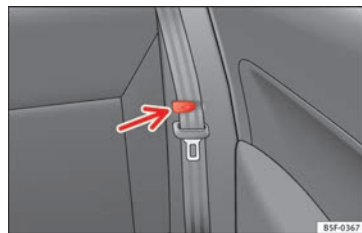

Fig. 109 Suporte para fixar o cinto de segurança.
- Coloque os cintos de segurança laterais no suporte do revestimento » **Fig. 109**.